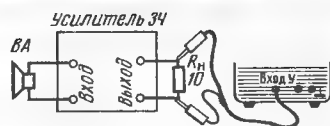

Рис. 93
**Как «увидеть» звук!** Очень просто — нужно подключить ко входу усилителя 34 динамическую головку ВА (рис. 93) или абонентский громкоговоритель, а к выходу — резистор нагрузки  $R_n$  (вместо динамической головки). Параллельно резистору включают входные щупы осциллографа, работающего, как и в предыдущем случае, в автоматическом режиме.